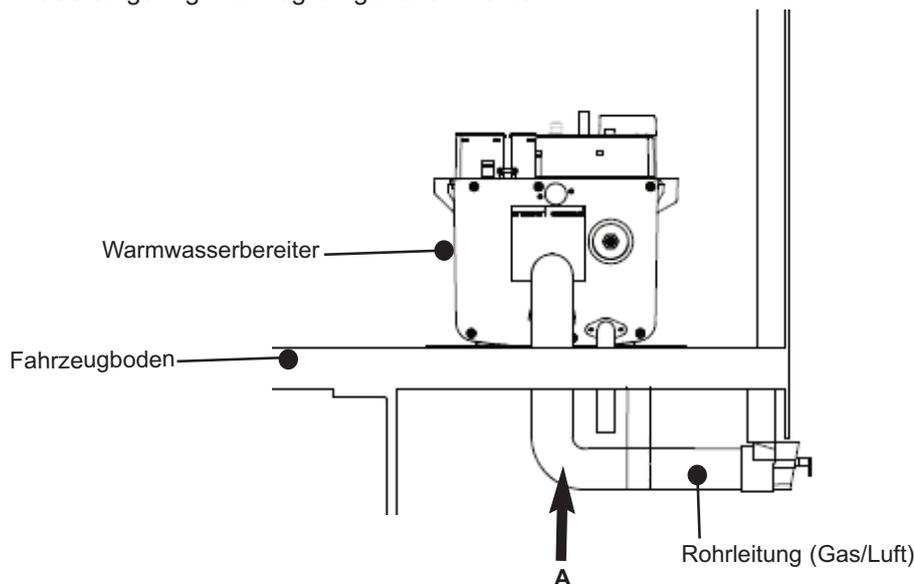

Abb. 25 Führung der Rohrleitung
- iv. Schieben Sie das Rohr der Verbrennungsluftzuleitung in die Rückseite des Rohrleitungsanschlusses (der am Fahrzeugboden montiert ist). Das Rohr **muss** bis zum Anschlag hineingeschoben werden. Siehe Abb. 25. Das Rohr **muss** in dem Rohrleitungsanschluss sichtbar sein.
Bitte beachten Sie: Die Rohrleitung vom Warmwasserbereiter zum Rohrleitungsanschluss **muss** maximal einen Anstieg besitzen, wie durch Punkt A in Abb. 25 dargestellt. Dadurch wird Kondensat vom Warmwasserbereiter abgeleitet.